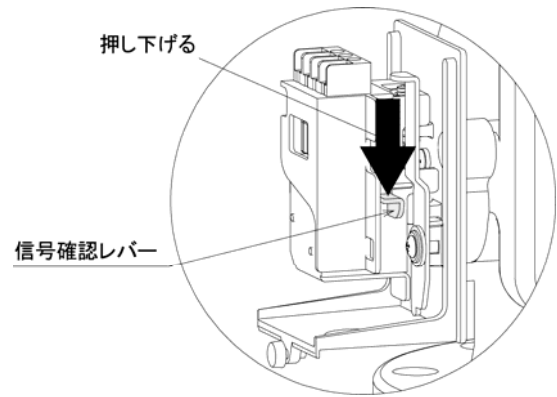

図9. 信号確認レバー部詳細
(5) 作動信号の確認 (図9 参照)
- ①流水検知部の信号確認レバーを信号が発信されるまで (約 20 秒間) 指で押し下げてください。なお、信号が発信される前に押し下げている信号確認レバーを元に戻すと、遅延時間がリセットされ、正常な時間で信号が発信されませんので、注意してください。
- ②接続した制御盤などで信号が正常に発信されていることを確認してください。